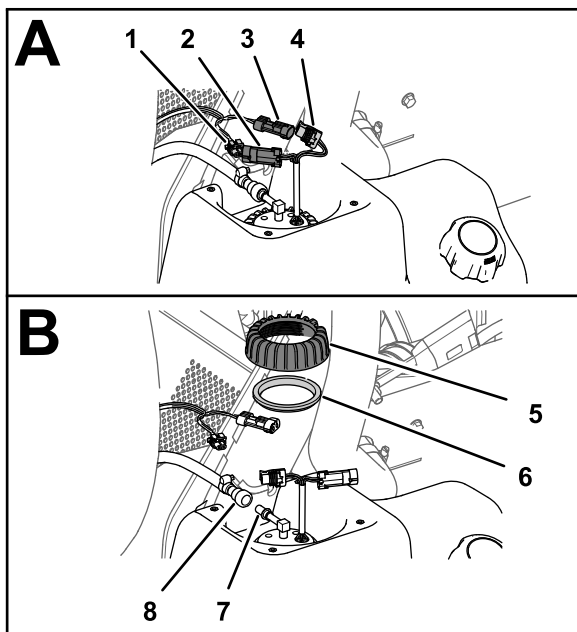

Figure 118
1. Desconecte el conector hembra de 2 vías del arnés de cables de la máquina del conector de 2 pines de la bomba de combustible/sensor; desconecte el conector de 2 pines del arnés de cables de la máquina del conector hembra de 2 vías de la bomba de combustible/sensor (Figure 118).
2. Aleje el anillo de bloqueo del acoplamiento de la manguera de combustible del conector de la bomba de combustible/sensor y retire el acoplamiento y la manguera del conector (Figure 118).
3. Gire la tuerca de la bomba de combustible/sensor en sentido antihorario y retire la contratuerca y la junta (Figure 118)